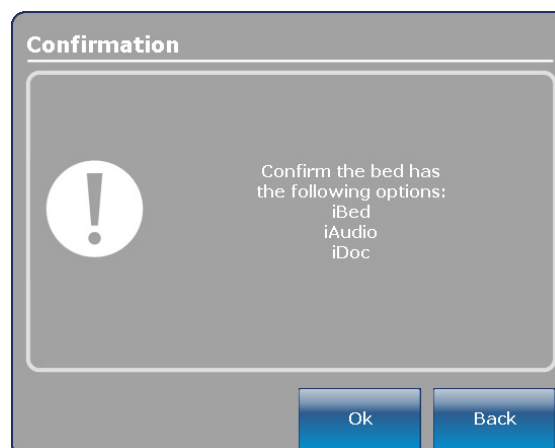

Figure 31 : Écran de confirmation des «Options du lit»
3. Après avoir appuyé sur **Continue** à l'étape 2, un écran de confirmation affichant les options sélectionnées apparaîtra (figure 31).
5. Arrêtez et redémarrez l'alimentation du lit en plaçant d'abord l'interrupteur de la batteries à **OFF** (O), puis en débranchant le cordon d'alimentation du lit de la prise murale. Branchez ensuite le cordon d'alimentation du lit dans la prise murale et placez l'interrupteur de la batterie à **ON** (I).